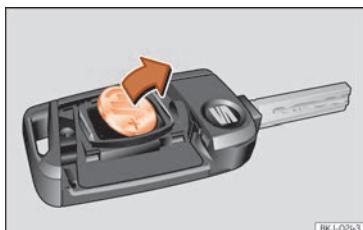

Fig. 133 Llave del vehículo: extracción de la pila.
- Extraiga la pila del compartimento con un objeto fino adecuado » » » fig. 133.
- Coloque la pila nueva tal como se muestra » » » fig. 133 y presiónela en el compartimento para la pila en sentido contrario a la flecha » » » ❷.